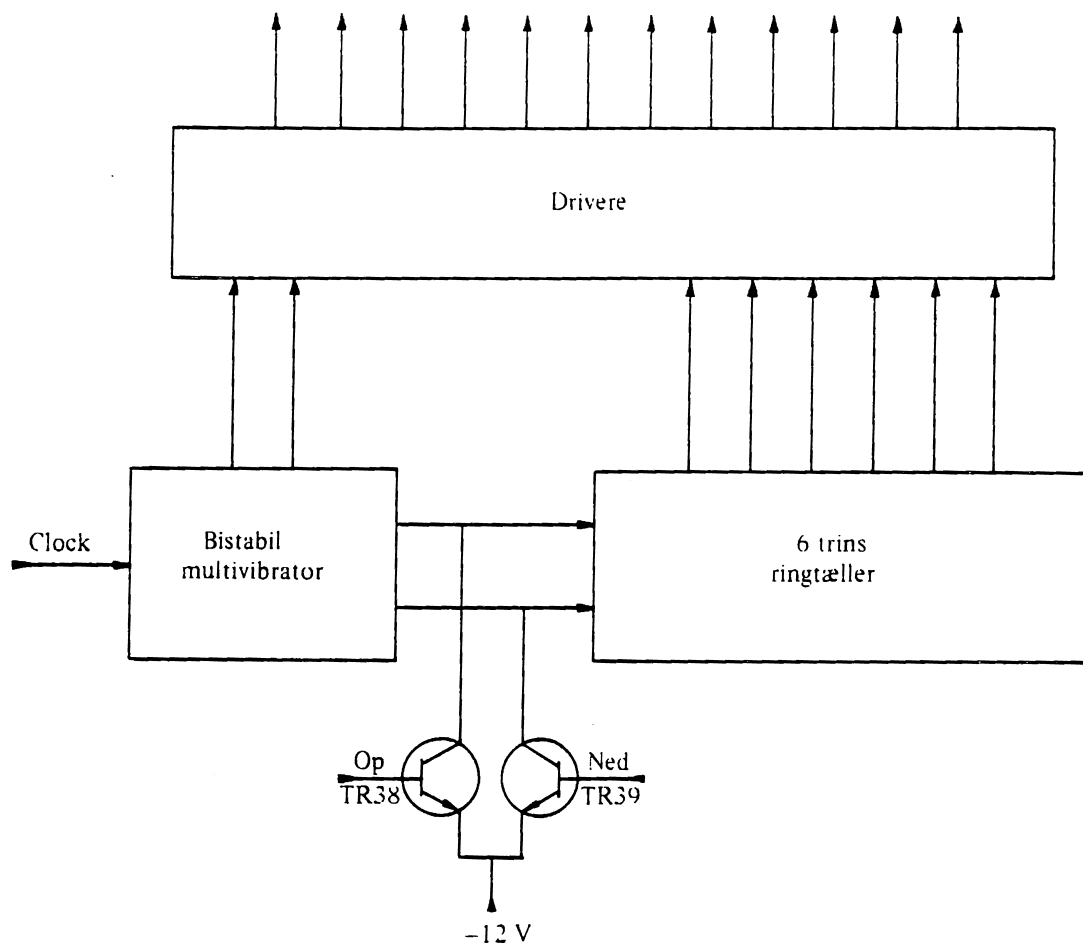

Fig. 6. Tæller og drivere
**Tæller og drivere (fig. 6).** Tælleren består af en bistabil multivibrator, TR33 og TR34, og en seks trins ringtæller, TR51 . . . TR56. Ringtællerens triggerindgange er forbundet til hver sin collector på multivibratoren, og med TR38 eller TR39 er det muligt at spærre en af indgangene og derved bestemme, om ringtælleren skal tælle op eller ned. Da ringtælleren for hvert trin styrer to drivere, 1 og 3mV, 10 og 30mV osv., og disse samtidig via et gatekredsløb er forbundet til hver sin collector på flip-floppen, vil de tolv drivertransistorer, TR39 . . . TR50, blive aktive- ret efter tur i op- eller nedadgående retning, alt efter om ringtælleren tæller op eller ned.